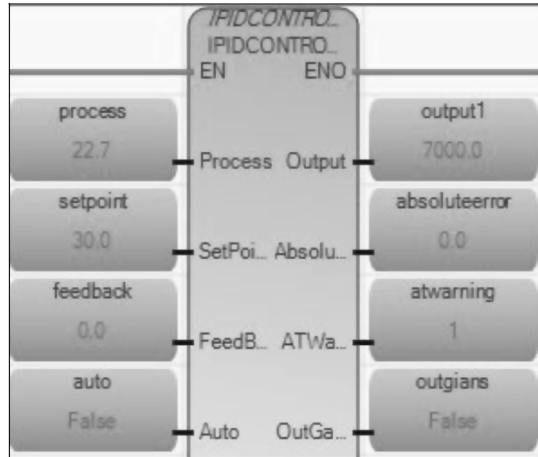

图 8-13 自动调节
- 4) 开始自动调节。atwarnings 为 “1” 表示系统处于自动调节状态，如图 8-13 所示。